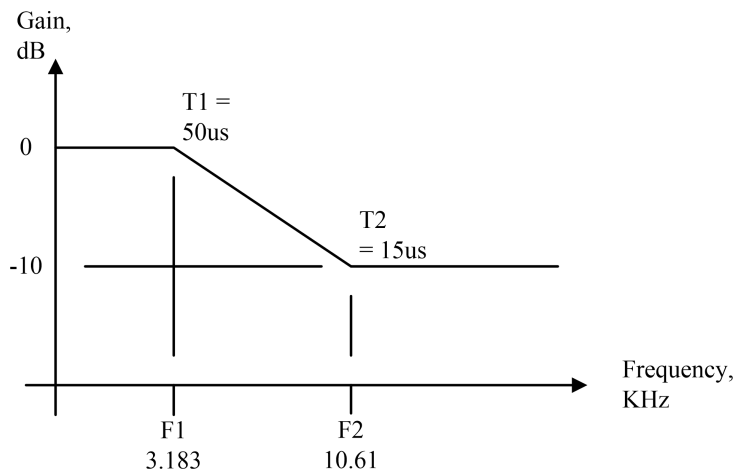

图 14. 去加重滤波器响应
**EMPH\_CNTL[2:0]** - 去加重滤波器控制。见图 14 去加重滤波器响应。默